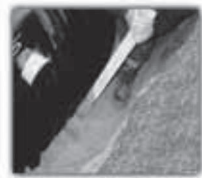

Fig. 5
5. Llenar el tanque por aproximadamente 20-30 cm e colmar el espacio vacío entre el tanque y la pared de la excavación con arena, hasta el nivel del agua, con capas de aproximadamente 20-30 cm por vez (fig. 3), encargándose bien de **compactarlos perfectamente**, ayudándose con una estaca de madera (fig. 5) u otros **medios idóneos**. Evitar descargar la arena